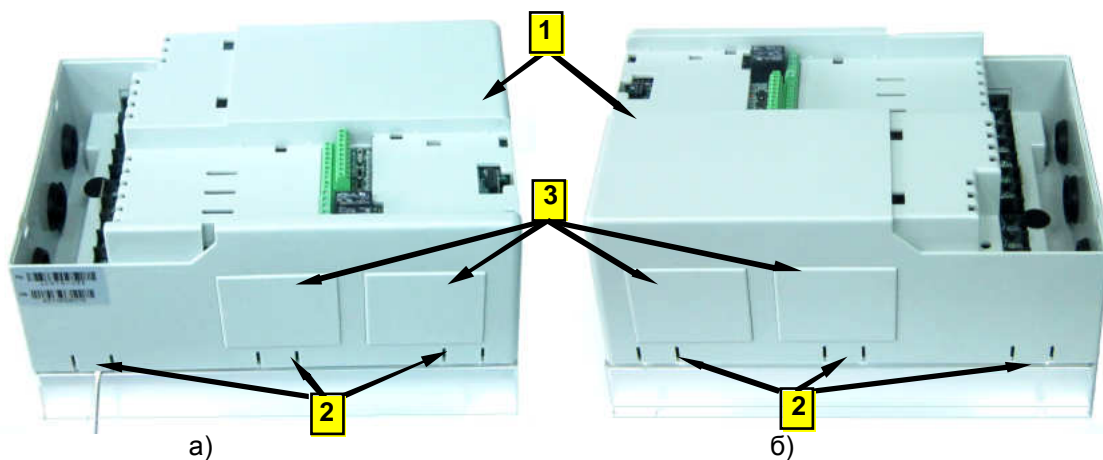

Рис. 6.3
6.2.2. Отжать фиксаторы «2» в отверстиях, расположенных с двух сторон верхней части корпуса «1» с правой стороны (рис. 6.3б).
6.2.3. Отжать фиксаторы «2» в отверстиях, расположенных с двух сторон верхней части корпуса «1» с левой стороны (рис. 6.3а).